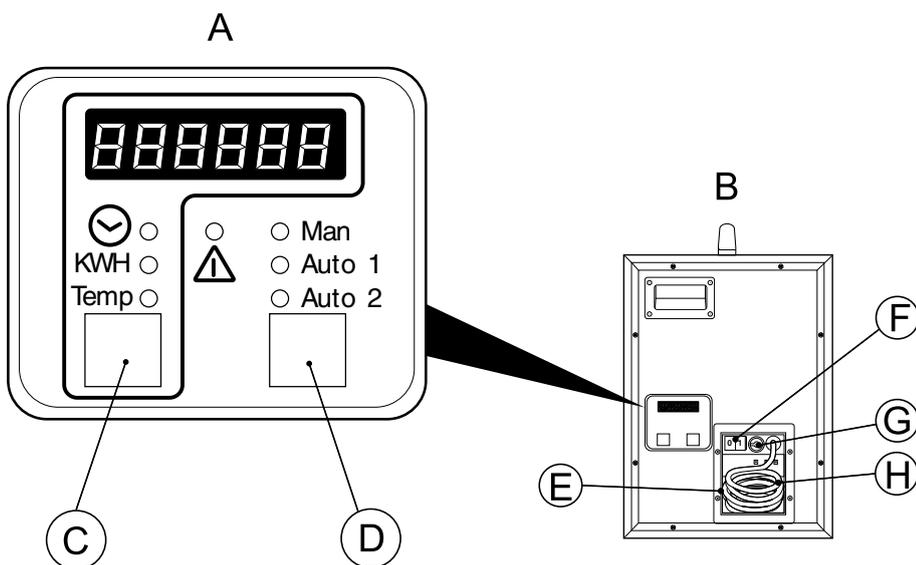

Рисунок 4.1 Панель управления, выключатель и гнездо регулятора влажности
Предусмотрены три режима работы осушителя, см. *Рисунок 4.1*.
2. Перевести выключатель в положение I, см. *Рисунок 4.1*.
3. Перевести выключатель в положение I, см. *Рисунок 4.1*.
4. Выбрать режим работы "**Авто 1**" или "**Авто 2**" нажатием кнопки выбора режима, см. *Рисунок 4.1*.
Перевести выключатель в положение 0, см. *Рисунок 4.1*.